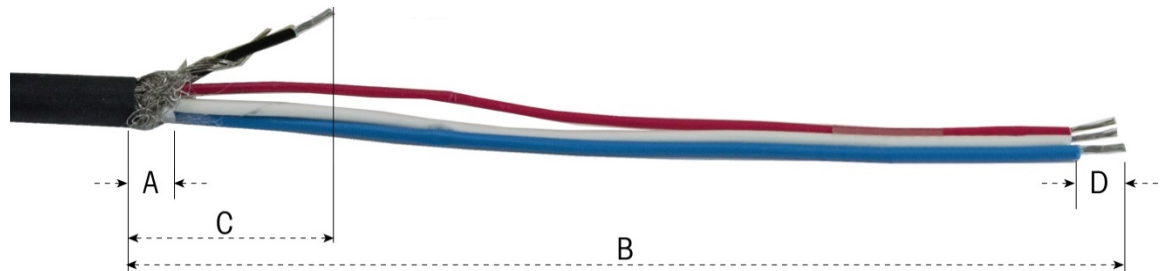

Figura 2-80: Preparação de Cabo PowerMount - Painel
1. Corte e remova uma extensão apropriada do revestimento de isolamento, da blindagem trançada interna e do isolamento como mostrado na Figura 2-80. As extensões sugeridas são listadas na Tabela 2-9.